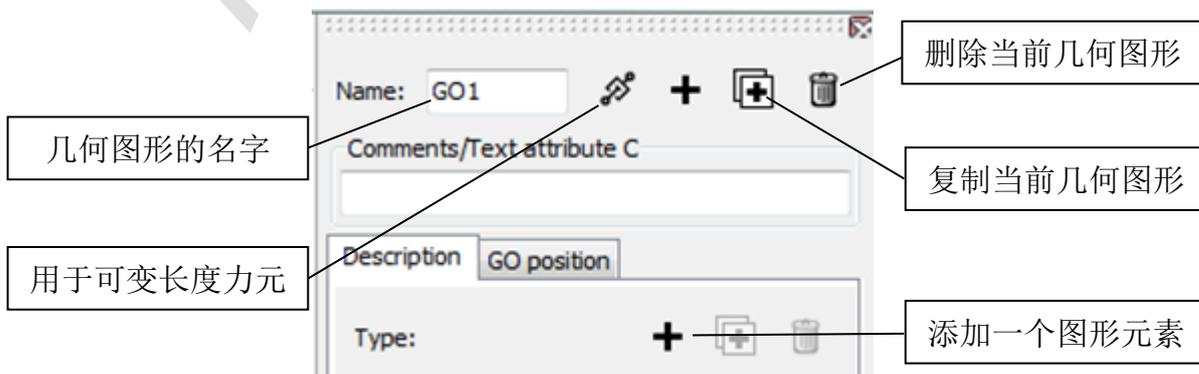
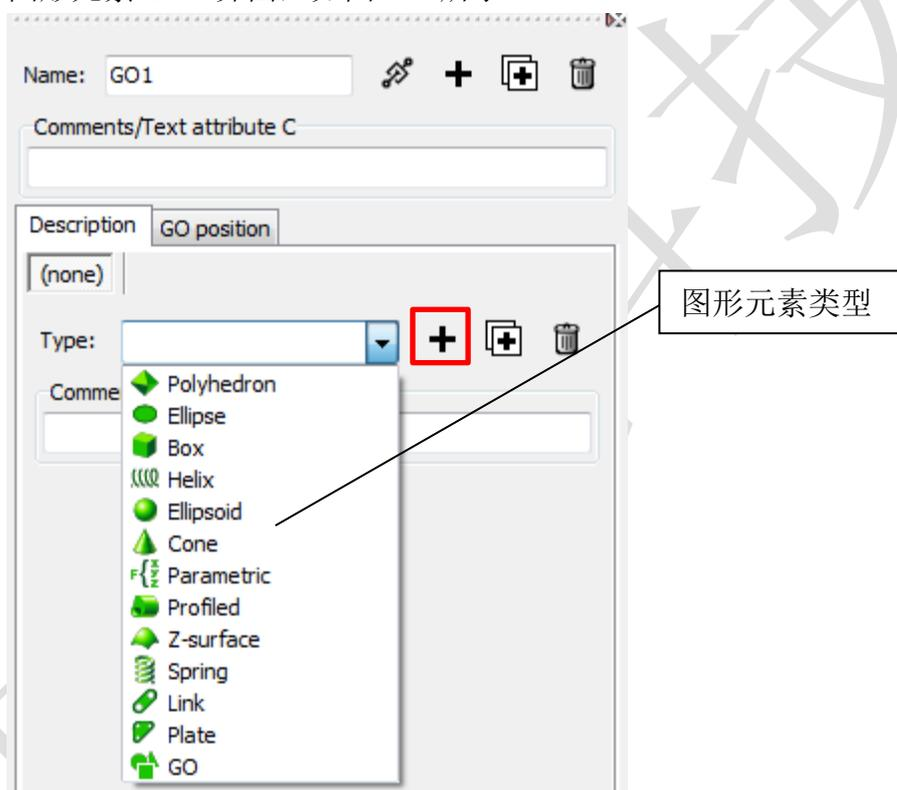

图 1.5 重命名几何图形
图 1.6 选择图形元素类型
第一步创建的几何图形自动命名为 **GO1**，我们将其更改为 **Support**（支持中文命名），如图 1.5 所示。
单击图 1.5 所示的“添加一个图形元素”按钮（注：第二行的加号），出现第一个图形元素 **GE1** 界面，如图 1.6 所示。
1. 单击图 1.5 所示的“添加一个图形元素”按钮（注：第二行的加号），从 **Type** 下拉菜单选择图形元素类型 **Cone**。
1. 单击图 1.5 所示的“添加一个图形元素”按钮（注：第二行的加号），从 **Type** 下拉菜单选择图形元素类型 **Box**。